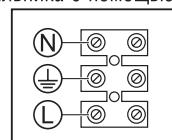

Рис. 1
- Подключите трехжильный кабель к клеммной колодке, в соответствии с указанной маркировкой клеммы L, $\frac{1}{2}$, N (Рис. 1).